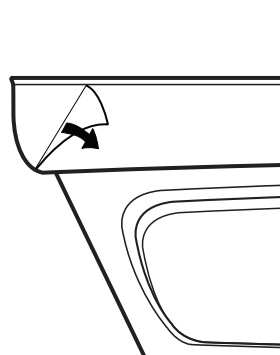
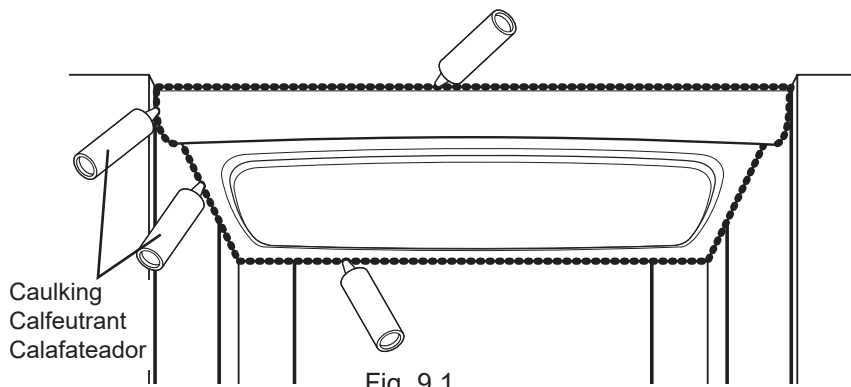

Fig. 9
Fig. 9.1
10. Remove the masking tape. **The zones to be sealed must be dry and free of dirt and grease.** Remove protective plastic from glossy side of roof (as needed) Fig. 9. Caulk the joints in an even manner. **ALLOW TO DRY FOR 24 HOURS BEFORE USING THE BATHTUB** Fig. 9.1.
10. Enlevez le ruban à masquer. **Les zones à sceller doivent être sèches, et exemptes de saletés et de graisse.** Retirez la pellicule de plastique qui protège le côté lustré du toit (au besoin) Fig. 9. Calfeutrez les joints de manière uniforme. **LAISSEZ SÉCHER 24 HEURES AVANT D'UTILISER LA BAIGNOIRE** Fig. 9.1.
10. Quite la cinta adhesiva. **Las áreas de sellado deben estar secas y exentas de suciedad y grasa.** Retire la película de plástico que protege el lado lustrado de los paneles (si es el caso) Fig. 9. Selle las juntas de manera uniforme. **DEJE SECAR 24 HORAS ANTES DE USAR LA BAÑERA** Fig. 9.1.